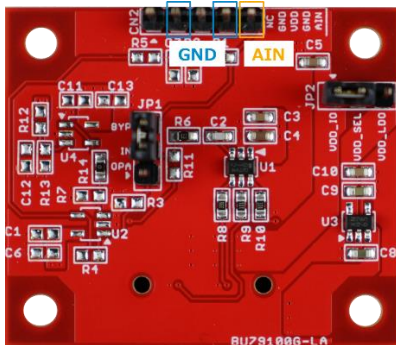

Figure 3. CN2 のピン位置
1. BU79100G-LA-EVK-001 の CN2 の AIN と GND にアナログ信号を入力 (Figure. 3)